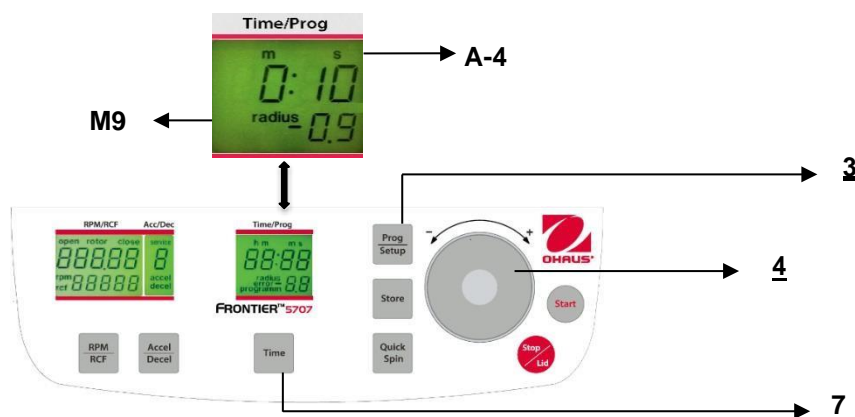

Figure. 19
Fermer le couvercle et maintenir ensuite appuyées les touches "**Time**" (7) (voir la figure 19) et "**Prog/Setup**" (3).